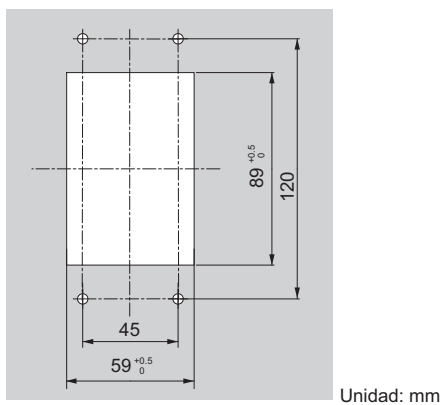

Figura 2.10 Dimensiones de corte del panel (instalación de montaje interno/embutido)
1. Corte una abertura en el panel de protección para el operador del monitor LED como se muestra en la **Figura 2.10**.